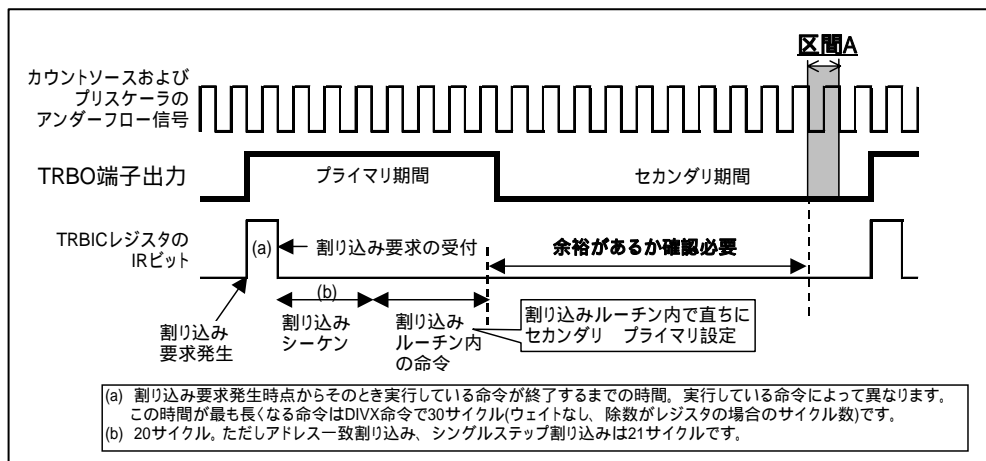

図7. 対策例(1)のタイマRB割り込みを使用する例
2. カウント中(TCSTFビットが“1”)にTRBSCレジスタ、TRBPRレジスタを変更する場合はタイマRB割り込み等でTRBO出力周期に対して同期を取り、同一出力周期内で一度だけ行うようにしてください。また図7, 8の区間AでTRBPRレジスタへの書き込みが発生しないことを確認してください。
対策例(1) 図7に示すようにタイマRB割り込みルーチンでTRBSCレジスタ、TRBPRレジスタへの書き込みを行ってください。